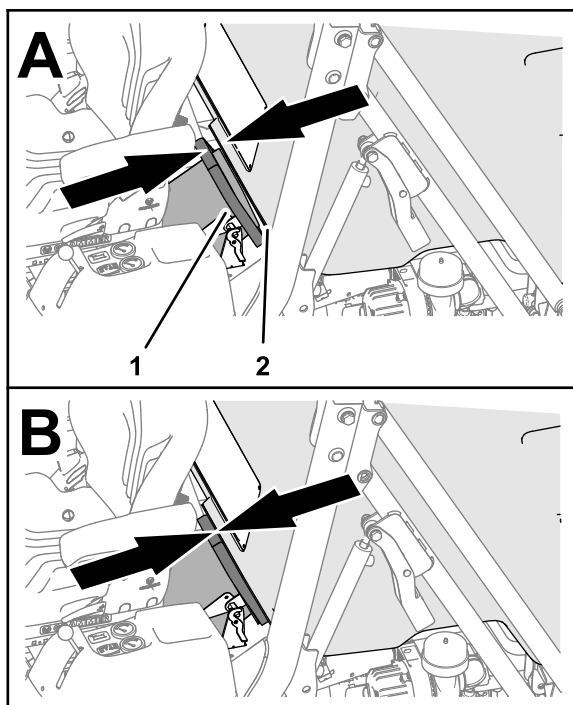

Figura 137
2. Glisai buncărul în față sau în spate până când admisia buncărului se aliniază cu garnitura jgheabului (Figura 137).